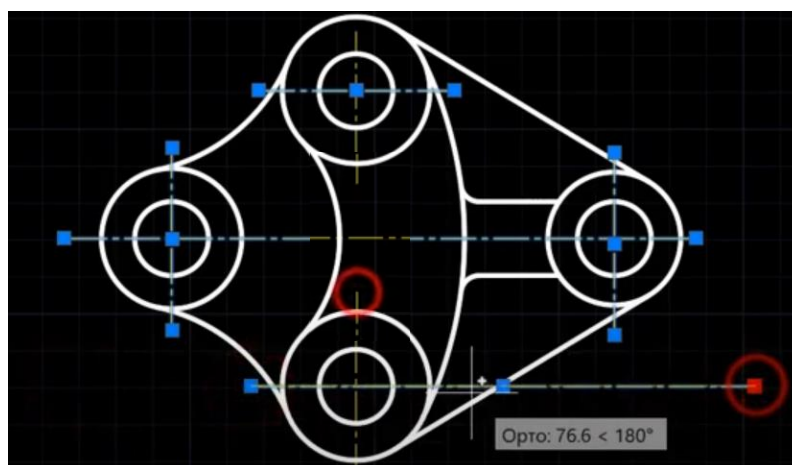

Рисунок 10 – Редактирование осевых линий
14. Отредактируйте длину осевых линий (см. рисунок 10) с помощью режима **Орто (F8)** и **выключенного** режима **Привязка (F3)**. Выделите оси поочередно и с помощью ручек в виде синих квадратиков, меняющих свой цвет на красный при двойном нажатии на них, измените с помощью операции протяжки их местоположение в соответствии с рисунком 1. Их можно удлинять или укорачивать учитывая, что осевые линии могут выступать за контуры на 2-5 мм. Для разрыва средней вертикальной осевой линии воспользуйтесь командой вкладки **Главная** группы **Редактирование/Разорвать в 2 точках** . Для работы с командой выберите две точки разрыва на объекте, далее с помощью тех же ручек отредактируйте длину полученных осевых линий.